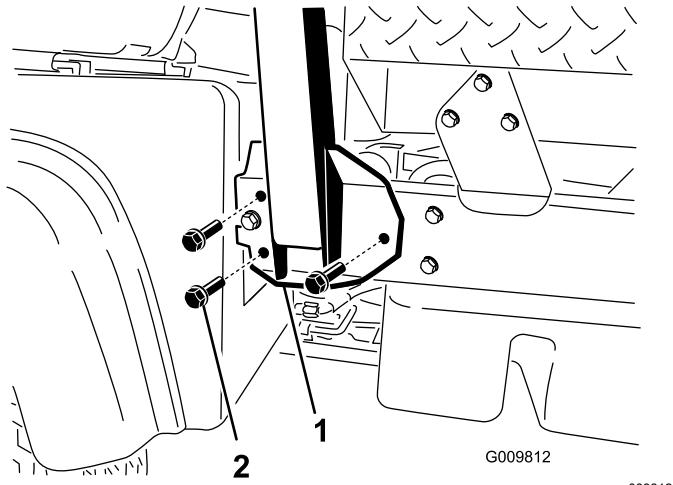

Figura 3
2. Alinhe cada lado da barra de segurança com os orifícios de montagem em cada lado do chassis da máquina (Figura 3).
3. Fixe o suporte de montagem da barra de segurança ao chassis da máquina com três parafusos de cabeça flangeada (½ x 1¼ pol.) em cada lado (Figura 3).